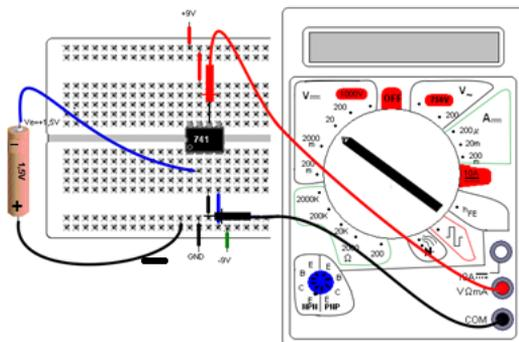

Figura 7 – Comparador de Zero inversor (a) $v_e=1,5\text{ V}$ (b) $v_e=-1,5\text{ V}$ -
- 2) Monte o circuito da Figura 6 na MP conforme *layout* da Figura 7 e meça a tensão na saída para os dois valores de entrada da tabela 2.